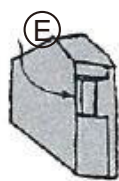

図6
- サポータ : 図6のインサートとの接触稜線(E)部に損傷がある場合。
(2) シート・サポータの交換手順